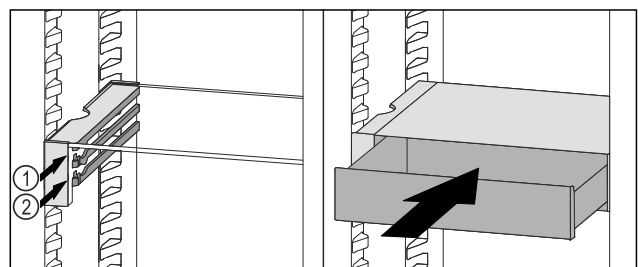

Fig. 95
- ▶ VarioSafe-Schubfach hinter den Stopperrn auf gewünschter Rippe Fig. 95 (1) oder Fig. 95 (2) aufsetzen.